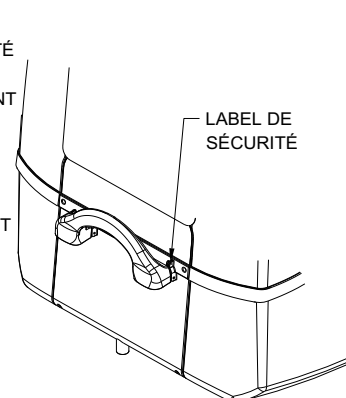

Figure 13
F. Placez le label de sécurité par le trou situé sur le côté droit de la poignée (réf. Figure 13)
2. Inspectez visuellement le label de sécurité afin de garantir qu'elle est intacte (réf. Figure 13).